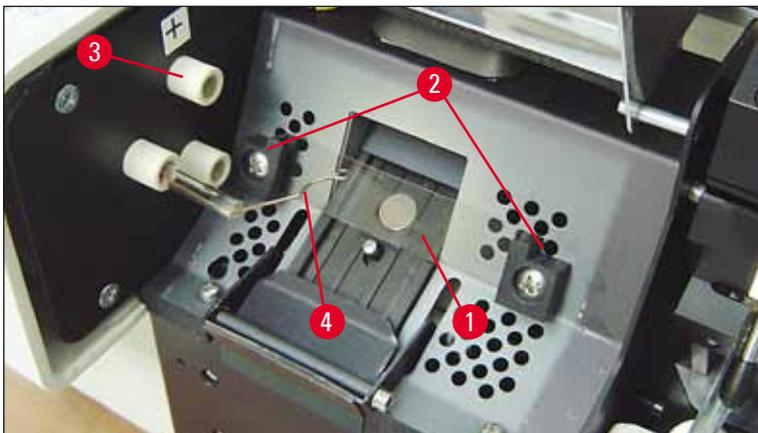

Fig. 20
5. Certifique-se de que a mola de contato (→ "Fig. 19-2") seja removida do fio (→ "Fig. 20-4") da lâmpada (veja também (→ "Fig. 20") e (→ "Fig. 21-1")).